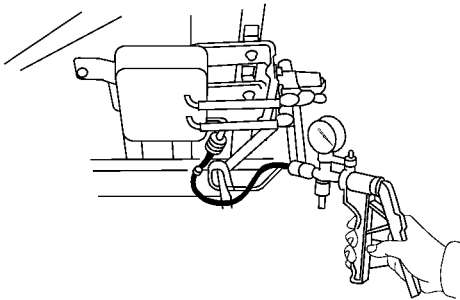

图 12-56 检查此时间内负压变化
- 1) 检查负压储压箱的气密性。从真空管道脱开负压软管，在约 30s 内施加 66.7kPa 的负压压力，检查在此时间内负压压力是否变化，如图 12-56 所示。